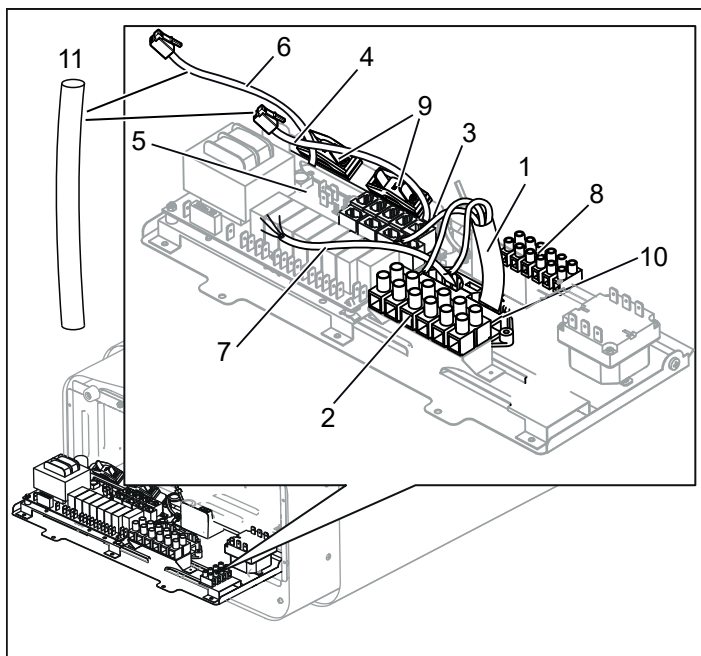
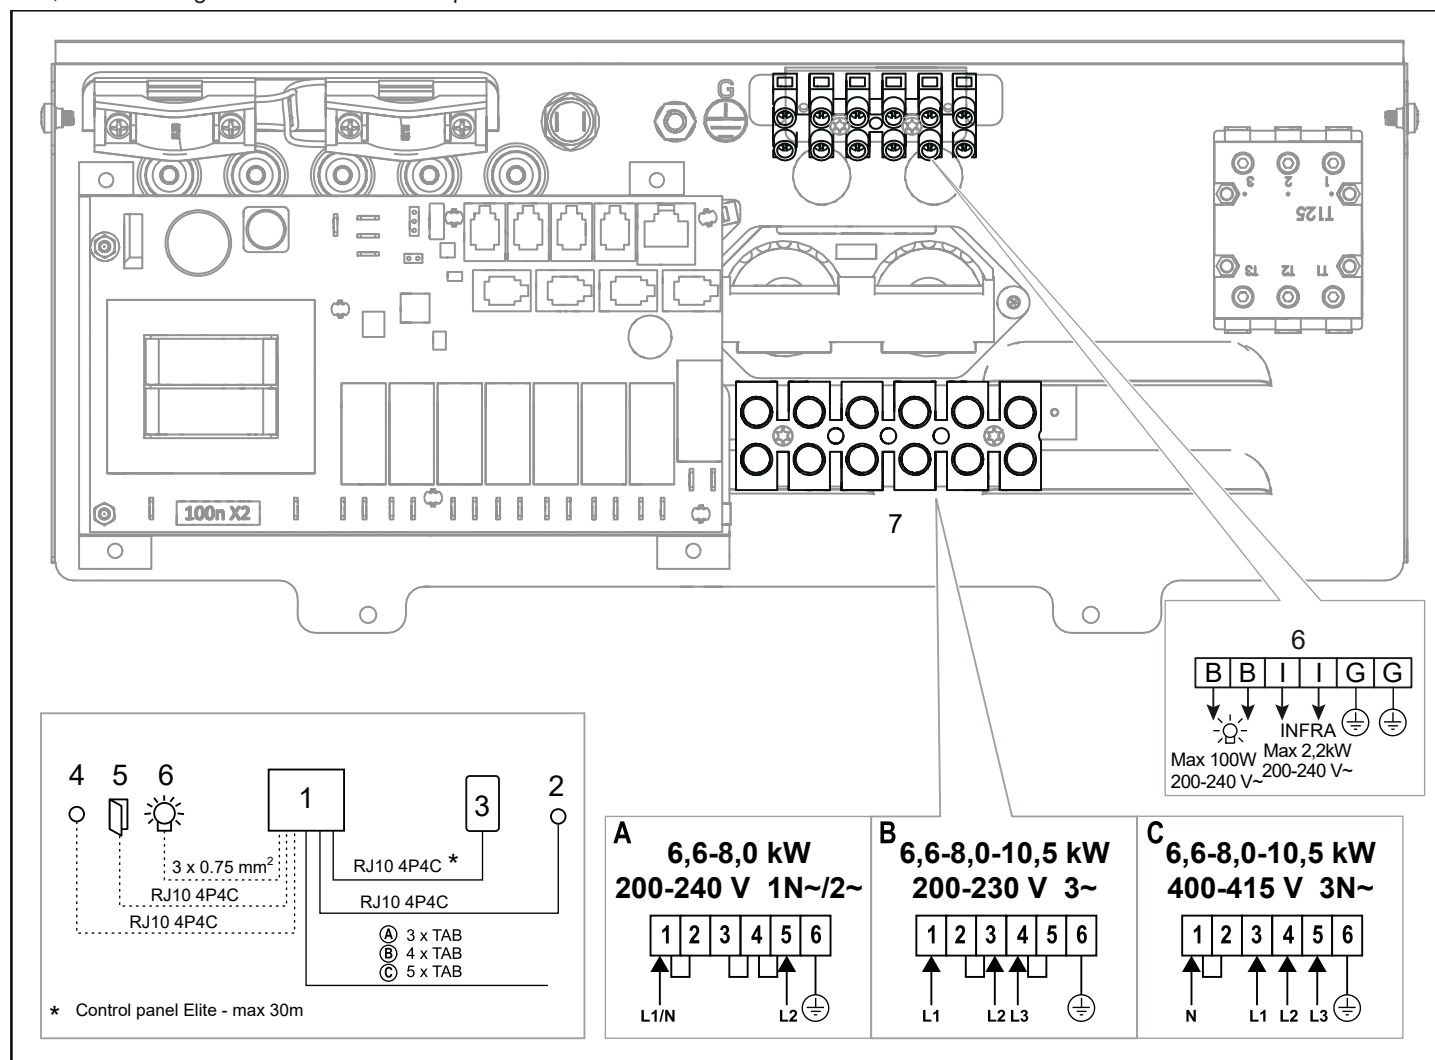
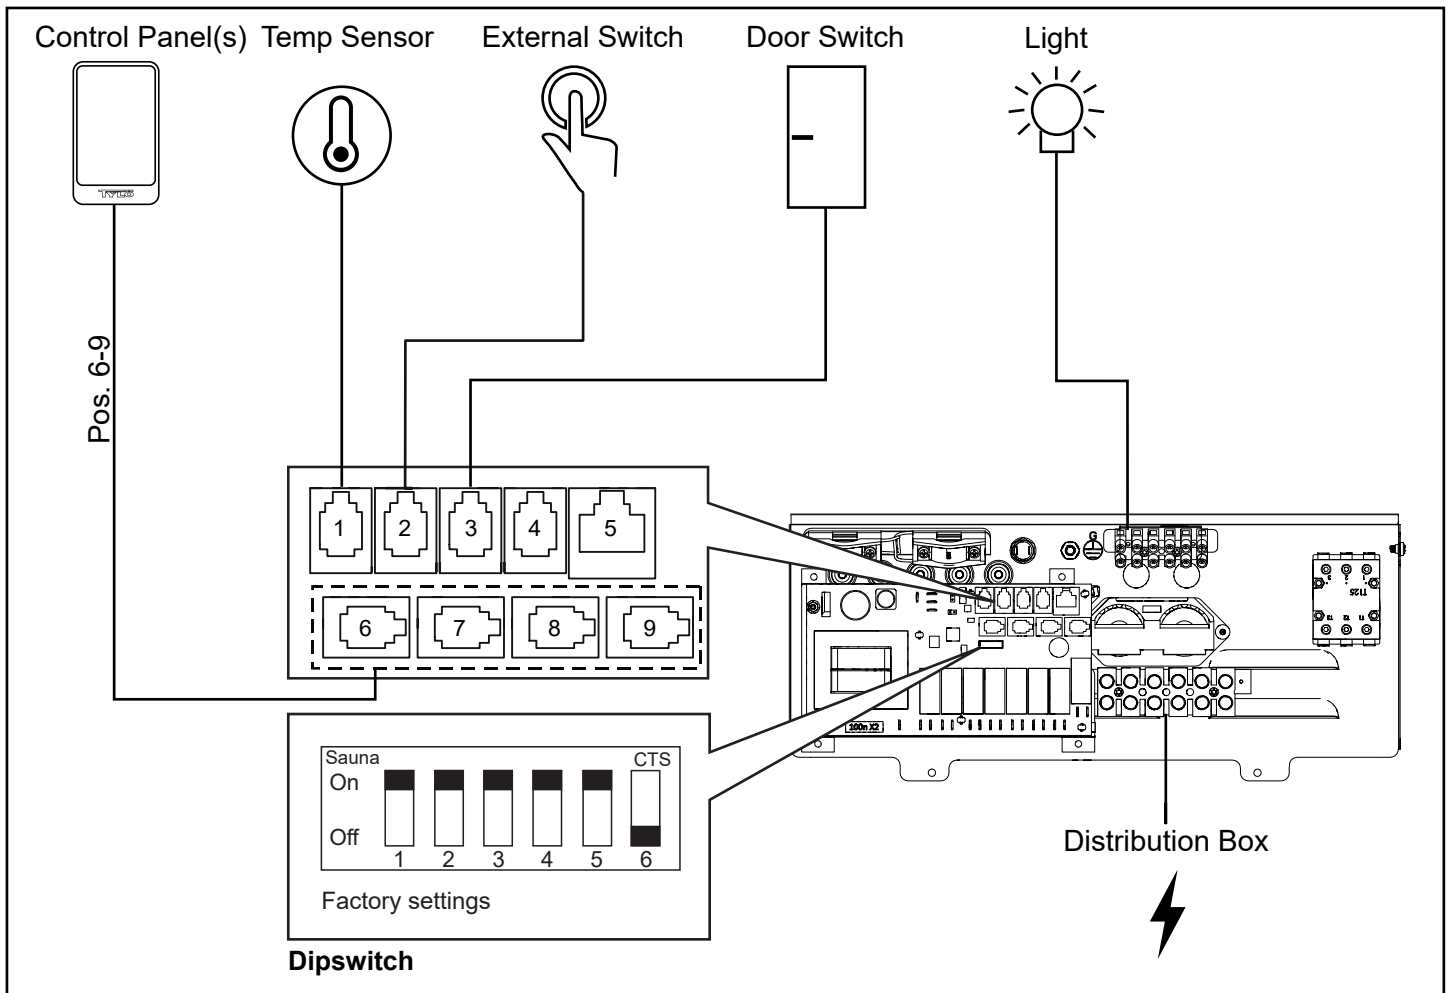

Fig 9: Kretskortet
Fig 17: Kopplingschema
Fig. 18. Schematisk installation Sense Elite
3. Anslut elkabeln (se Fig 9) enligt kopplingschema (se Fig 17).
4. Dra kablar för manöverpanel och temperatursensor genom kabelgenomföringarna (se Fig. 9). Anslut manöverpanelens kabel i en av de fyra RS485-kontaktarna (position 6-9) (se Fig 18).
5. Anslut sensorns kabel till NTC-kontakten på kretskortet (position 1) (se Fig. 18).
6. Anslut eventuell kabel till belysning, se Fig 9, till enligt kopplingsschema Fig 17.
Vid inkoppling till spänningar eller fas-tal, som inte anges i kopplingschema Fig 17, kontakta Tylö kundservice.